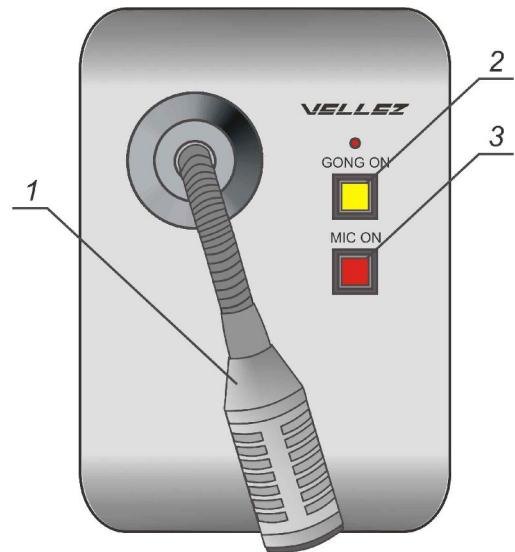

Рисунок 5
8.4 Размещение органов управления на пульте микрофонном ПМЗ-01 приведено на рис. 5.